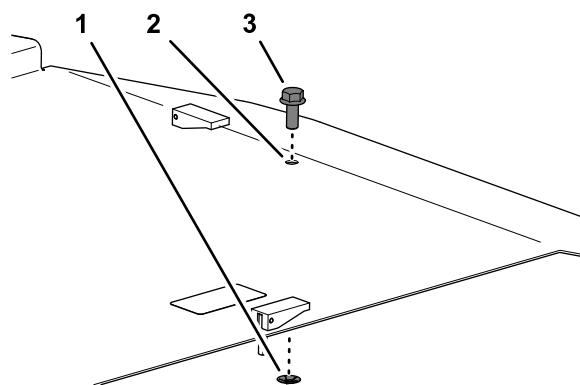

Рисунок 4
2. Отверните стопорную шайбу, которая крепит болт к крышке деки, и снимите болт с крышки (Рисунок 4).